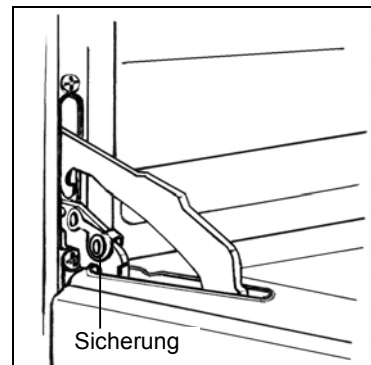

Abb. 8
- Den Klemmhebel an beiden Türscharnieren ganz aufklappen (Abb. 8).